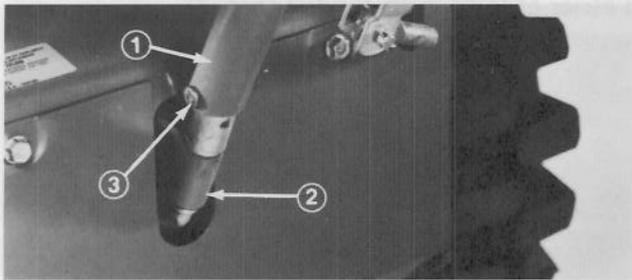
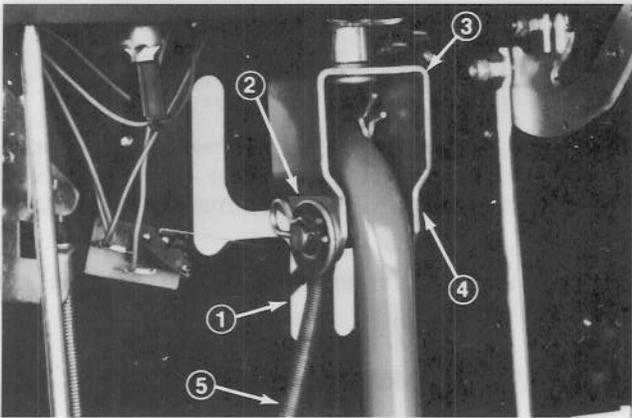
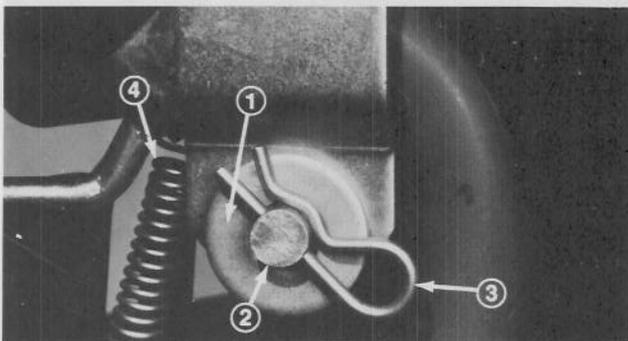

Figure 9
Figure 10
Figure 11
2. Par derrière, glissez la tige de commande sur le tube du bas (Fig. 9) et le levier de commande des roues dans la fente de lère vitesse du tableau de commande (Fig. 10). Accrochez le ressort de tension sur le pivot de la commande des roues (Fig. 10). Ensuite, alignez les trous du pivot de commande des roues avec le support-pivot en U, puis fixez les pièces en place avec la cheville d'étrier (Fig. 11). La tête de la cheville d'étrier doit être du côté droit du support en U.
3. Glissez la rondelle plate sur la cheville d'étrier, puis installez la goupille fine dans la cheville d'étrier pour que toutes les pièces soient retenues (Fig. 11).
5. Alignez les trous du bas de la tige de commande avec le trou du tube au centre de l'unité de traction (Fig. 9). Fixez ensuite les pièces ensemble à l'aide de la cheville d'étrier et de la goupille fendue (Fig. 9).